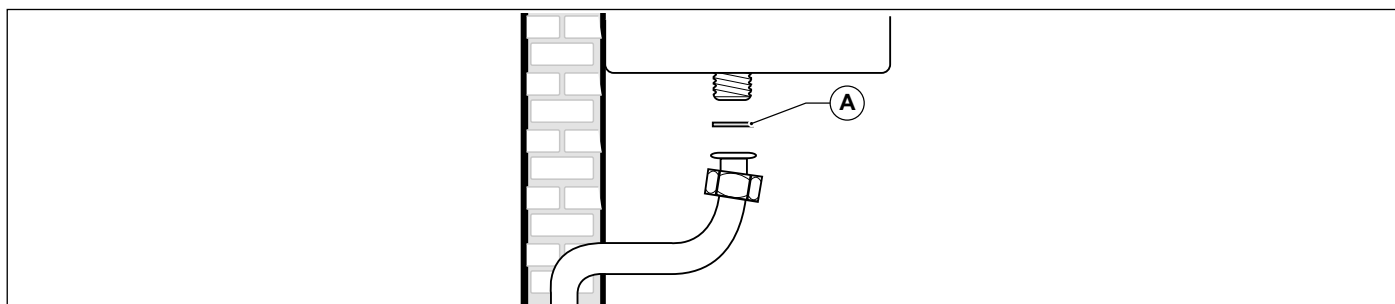

Fig. 17 Allacciamento alla rete del gas
**E' OBBLIGATORIO, per collegare l'attacco gas della caldaia alla tubazione di alimentazione, interporre una guarnizione (A) a battuta di misure e materiali adeguati (vedi Fig. 17 Allacciamento alla rete del gas).**